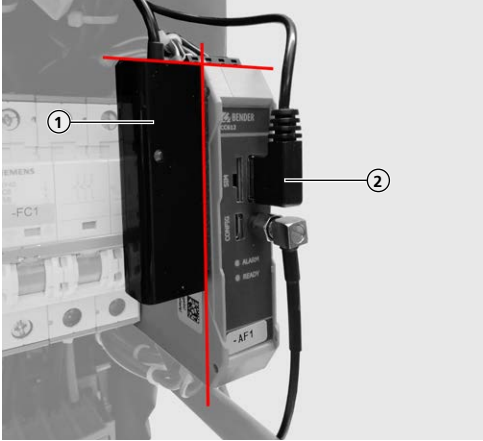

Abb. 4: USB-Ethernet-Adapter bündig auf ECU kleben
- ▶ USB-Ethernet-Adapter (1) auf die ECU **bündig** ankleben (siehe Abb. 4).
- ▶ USB-Stecker (2) des USB-Ethernet-Adapters in die ECU einstecken.